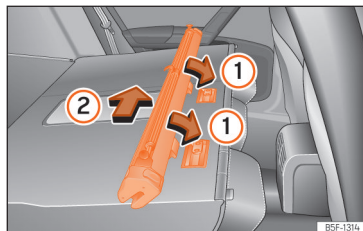

Abb. 185 Einbau des Trennnetzes an den Rücksitzlehnen
- Ordnen Sie die Schale des Netzes in der Unterseite der Stützschielen in Pfeilrichtung an »» [Abb. 185] ①.
- Drücken Sie die Schale nach links vom Fahrzeug in Pfeilrichtung »» [Abb. 185] ② und bis zum Anschlag.
- Ziehen Sie am Gehäuse des Netzes ca. 5 cm gegen die Pfeilrichtung »» [Abb. 185] ②.
- Nehmen Sie den Einsatz des Trennnetzes aus den Halteschielen, indem Sie entgegen der Pfeilrichtung ziehen »» [Abb. 185] ①.